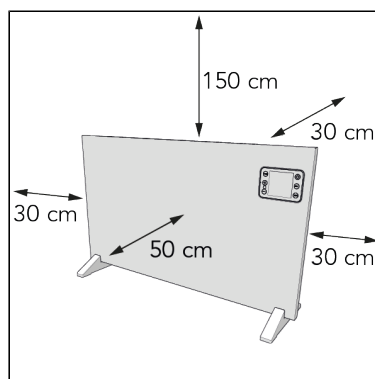

Figure 59.
5. Placez l'appareil en respectant un dégagement minimal (Figure 59) de :